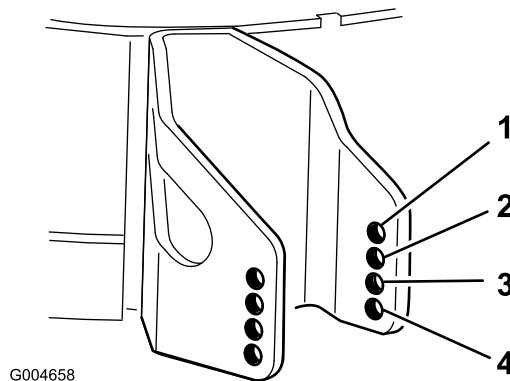

图 11
4. 选择一个孔使防刮滚筒被放置到离对应所需剪草高度最近的位置图 11。